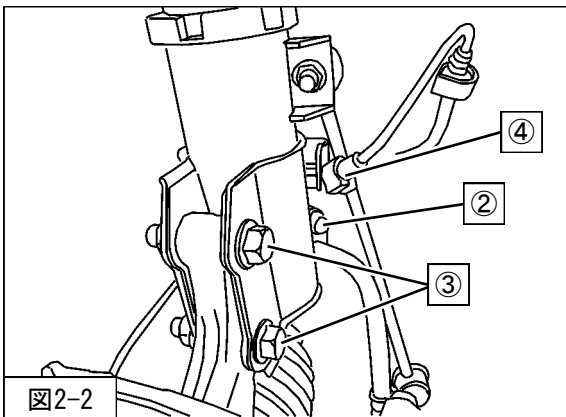

図2-2
を取付けてください。（図2-2）
- 4. ④ホイールセンサーのガイドラバーを取付けてください。（図2-2）